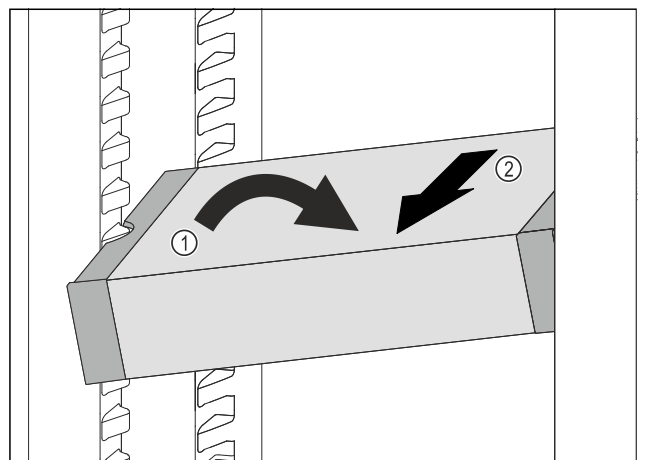

Fig. 201
- ▶ VarioSafe im Kühlteil schräg stellen. Fig. 201 (1)
- ▶ VarioSafe nach vorne entnehmen. Fig. 201 (2)